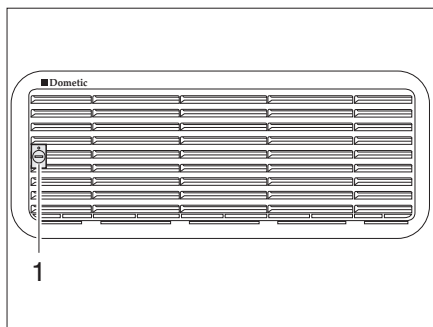
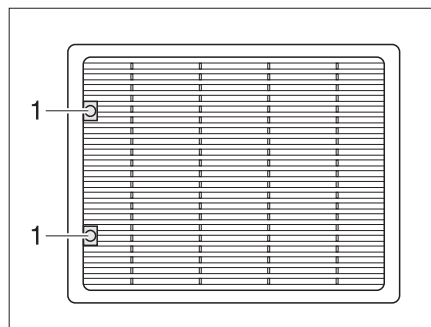

Fig. 137 Rejilla de ventilación del frigorífico (Dometic pequeño)
Fig. 138 Rejilla de ventilación del frigorífico (Dometic grande)
- Girar el tornillo (Fig. 137,1 ó Fig. 138,1) un cuarto de vuelta con la ayuda de una moneda.